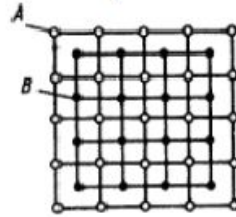

Рис. 11. Кристаллическая решетка химического соединения
2. Образуется специфическая, отличающаяся от решеток элементов, составляющих химическое соединение, кристаллическая решетка с правильным упорядоченным расположением атомов (рис. 11)